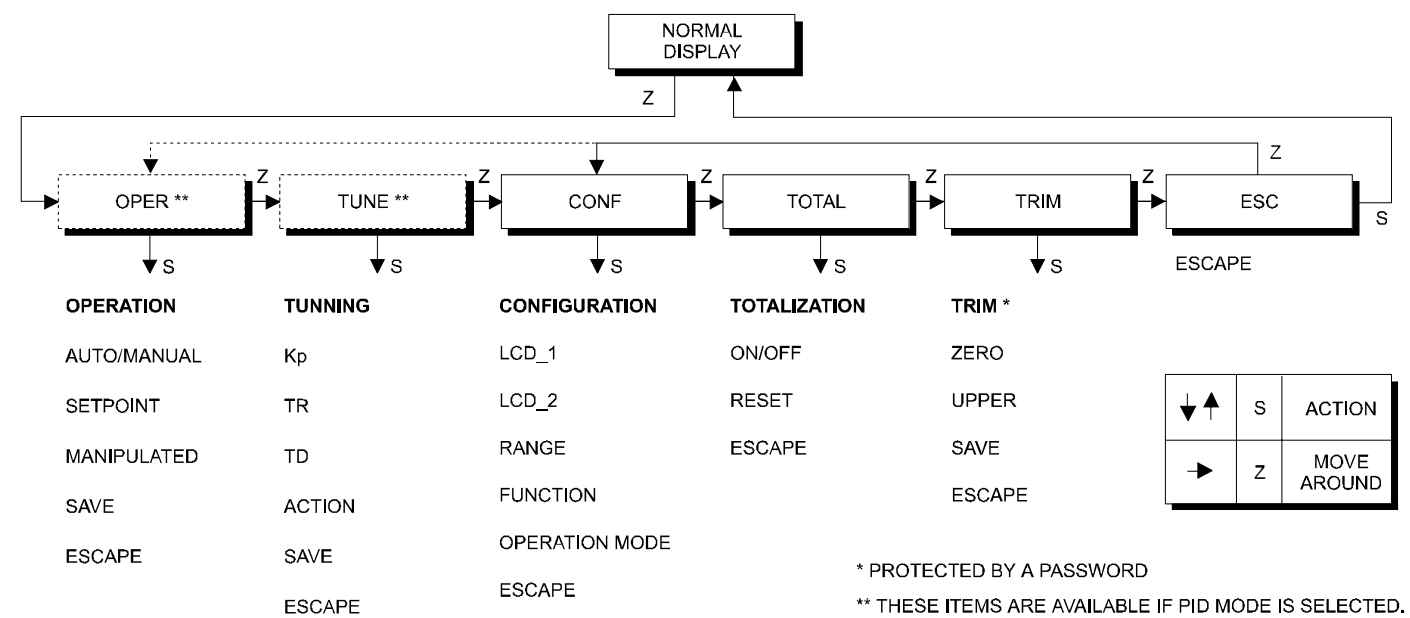

图 4.2 – 本地调整编程树 – 主菜单
- 2 – 为了抵达所希望的选项并浏览该选项，等待直至其被显示，然后将磁性工具从**(Z)** 移到**(S)**。参见图 4.2 – 本地调整编程树，以便了解所希望选项的位置。通过将磁性工具再一次放入 **(Z)**，可以浏览该分支中其它选项。
本地调整采用树状结构，通过将磁性工具放入(Z)，可以浏览分支选项；放入(S)，可以看到所选选项的明细。图 4.2 – 本地调整的编程树表明了 LD301 的有效选项。